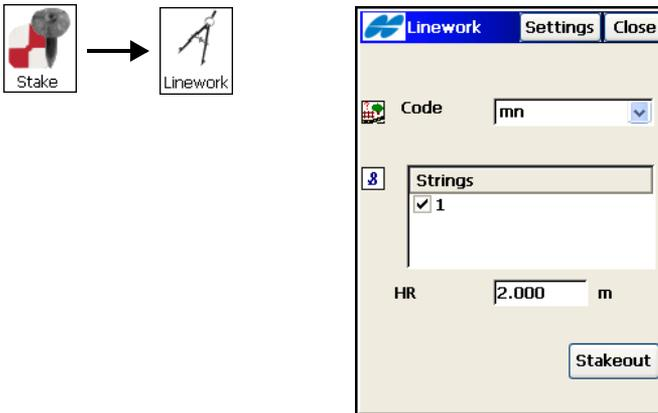

Abbildung 9-52. Linien
2. Tippen Sie im Fenster **Linien** (Abbildung 9-52) auf **Optionen**, um die Absteckparameter wie unter „Abstecken von Punkten“ auf Seite 9-2 erläutert zu ändern.
3. Wählen Sie im Fenster **Linien** einen Code und markieren Sie die gewünschten Linien (Abbildung 9-52).